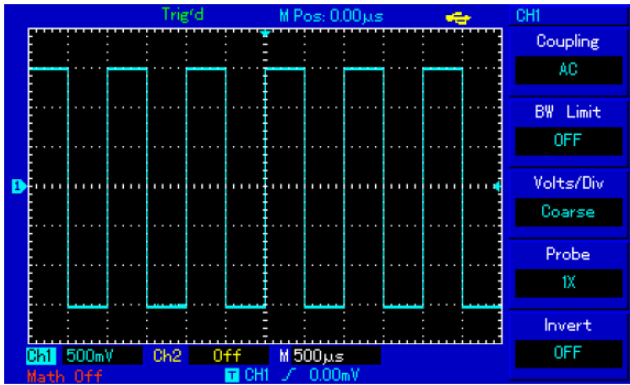

Рисунок 1-7 Сигнал компенсации щупа.
3) Подсоедините кончик щупа и зажим заземления к соответствующим выводам сигнала компенсации щупов. Нажмите кнопку [AUTO] и через несколько секунд вы увидите на дисплее прямоугольный сигнал на частоте 1 кГц с амплитудой около 3В (см. Рисунок 1-7). Повторите эти шаги для проверки второго канала (CH2). Для отключения первого канала нажмите функциональную